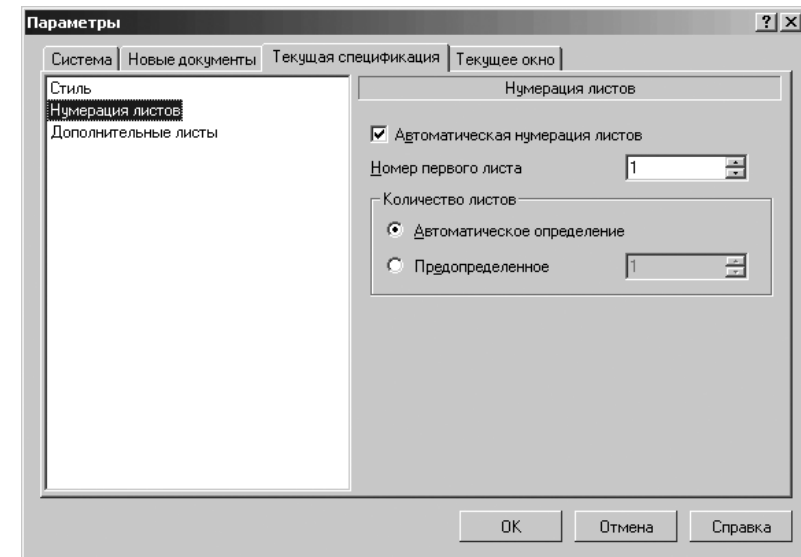

Рис. 6.104. Диалоговое окно **Параметры** с открытой вкладкой **Текущая спецификация** и панелью **Дополнительные листы**
- щелкните по пункту **Дополнительные листы**. В правой части появится панель **Дополнительные листы** (рис. 6.104).